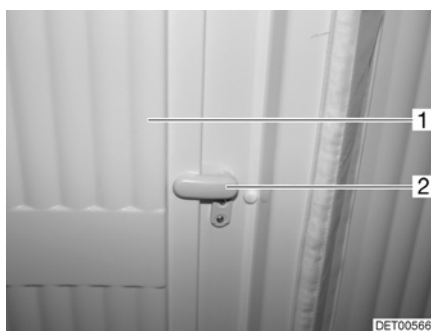

Fig. 112 Bloccaggio, rivestimento del vano WC
- Mettere il chiavistello (Fig. 112,2) verticalmente e ribaltare la parte interna (Fig. 112,1) del rivestimento del vano WC.
- Ripiegare la parte interna (Fig. 112,1) del rivestimento del vano WC e posizionare il chiavistello (Fig. 112,2) orizzontalmente.